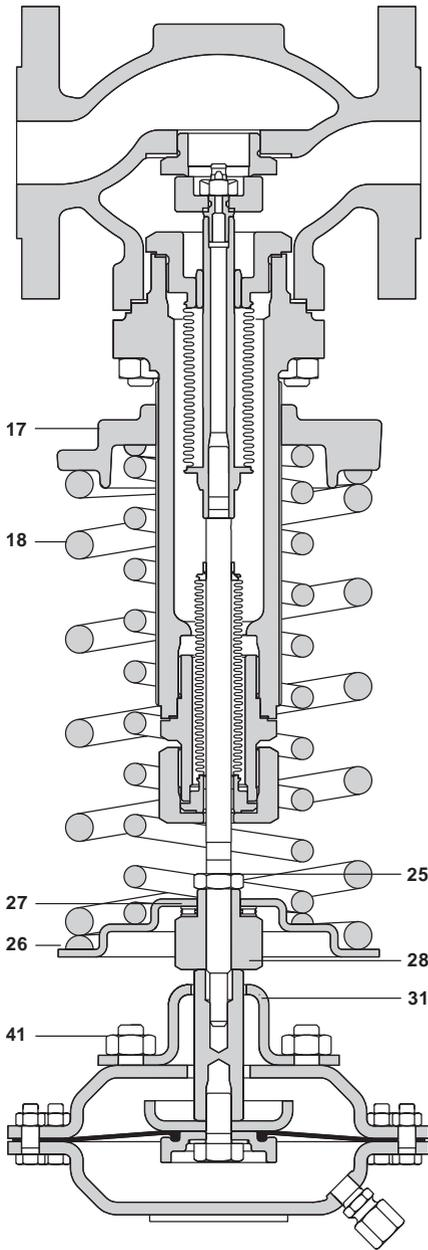

図. 8
4.4.2 コントロール・スプリング(S)を更新するには(図8および9参照):
4.4.3 シーリング・ベローズ・アセンブリーの交換 (図8 および 9):